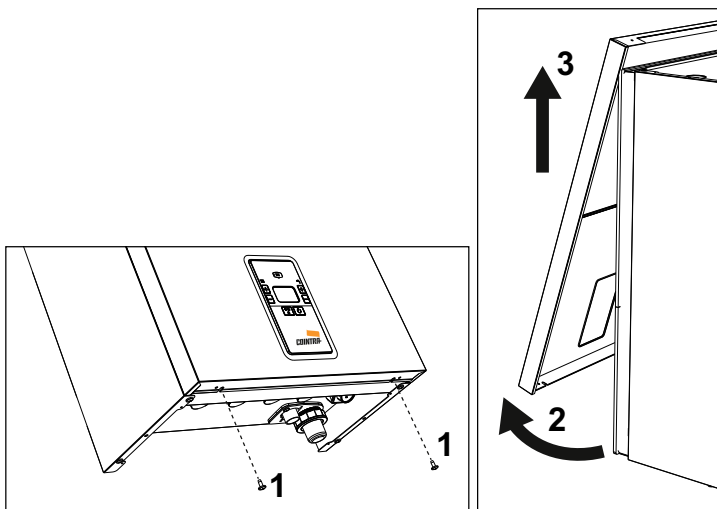

fig. 30- Abertura do painel frontal
1. Desaperte os parafusos "1" (ver fig. 30).